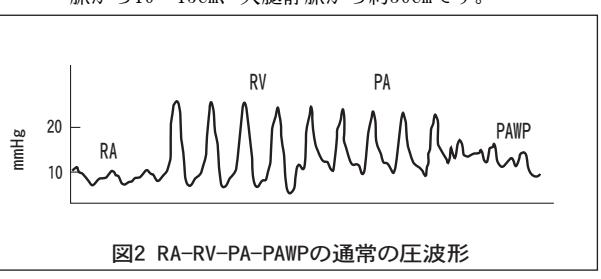

図2 RA-RV-PA-PAWPの通常の圧波形
- 先端孔から圧を連続的に監視しながらカテーテルを静かに右心房内に進めます。カテーテルの先端が胸部内に入ると、監視している圧波形が呼吸性の変動を受けて大きく変化します。図2は典型的な心内（右心房／右心室）および肺動脈系（肺動脈／肺動脈楔入部）の特徴的な圧波形を示します。